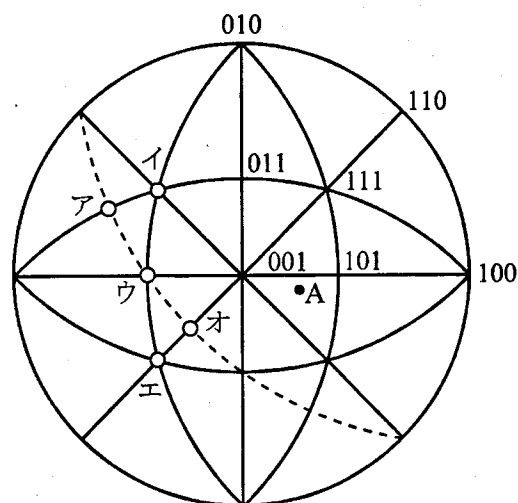

図5-1 立方晶の001ステレオ投影図
問1. 図5-1は、立方晶の001ステレオ投影図である。図中の点線は $[111]$ 晶帯軸に対応する晶帯を示している。図中の●で示したA方向を引張軸に選び、面心立方晶金属単結晶を一軸引張変形させたとき、主すべり系が活動した。
- (1) 主すべり系のすべり面を答えよ。
- (2) 主すべり転位がらせん転位であるとき、その転位線の方角を答えよ。
- (3) 主すべり転位が刃状転位であるとき、その転位線の方角は、図5-1に○で示したアからオの方角のいずれとなるか。アからオの記号で答えよ。
- (4) 引張方向と主すべり方向のなす角度、および引張方向と主すべり面法線のなす角度がともに 45° であるとき、シュミット因子の値を答えよ。